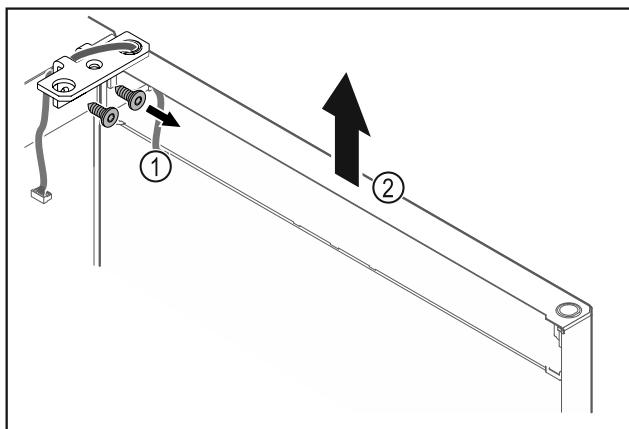

Fig. 23
- Відкрутити шарнірний кутик Fig. 23 (1).
- Дверцята з шарнірним кутиком Fig. 23 (2) приблизно на 200 мм прямо підняти вгору і зняти.